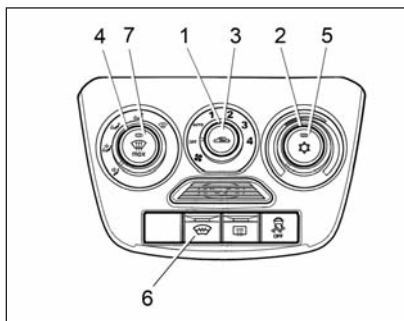

Рис. 40. Блок управления климатической системой (в варианном исполнении)
В вариантном исполнении (см. рис. 40) климатическая установка имеет дополнительный режим кондиционирования, обеспечивающий охлаждение воздуха, подаваемого в салон автомобиля. При этом логика и алгоритмы управления, описанные выше для системы вентиляции и отопления, верны и для климатической установки с кондиционером.
2. Включите вентилятор, установив **рукоятку 1** (см. рис. 40) в одно из положений «1», «2», «3» или «4».
Для установки желаемой температуры воздуха в салоне поверните **рукоятку 2** (см. рис. 40) по часовой стрелке для повышения, против часовой стрелки для понижения. Температура будет поддерживаться автоматически в пределах производительности климатической установки и установленного допуска.
2. Поверните **рукоятку 2** (см. рис. 40) против часовой стрелки в левое положение до упора (синяя точка на блоке управления).
4. **Рукояткой 1** (см. рис. 40) включите максимальную скорость вентилятора климатической установки (положение «4»).
С помощью **рукоятки 2** (см. рис. 40) можно установить желаемую температуру воздуха в сало-
Для очистки ветрового и передних боковых стекол от запотевания, обмерзания или наружного обледенения в автоматическом режиме установите **рукоятку 1** управления вентилятором климатической системы в положение «АУТО», нажмите **кнопку 7** (см. рис. 40) с символом . Климатическая система автоматически:
Для включения/выключения ЭОВС нажмите **кнопку 6** (см. рис. 40), при включении загорается